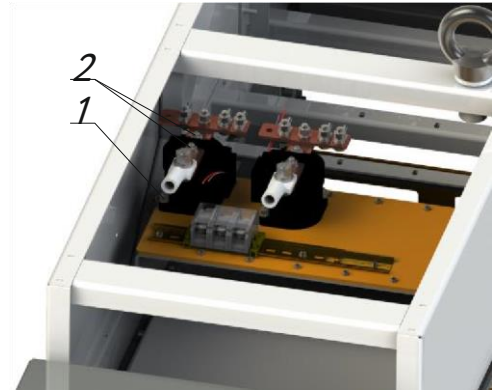

Рисунок 7.8. Реле постійного струму
Відкрутити гайки 2, зняти шини (Рисунок 7.8).
9. Відкрутити гвинти 1 (Рисунок 7.8), від'єднати дроти, зняти реле.